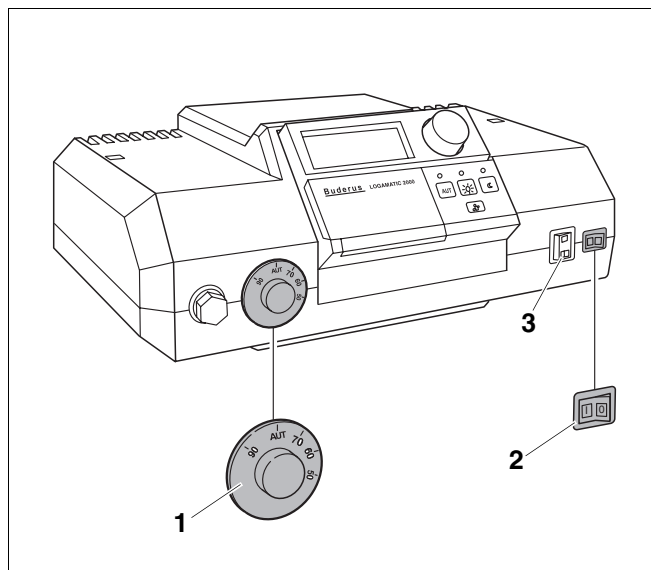
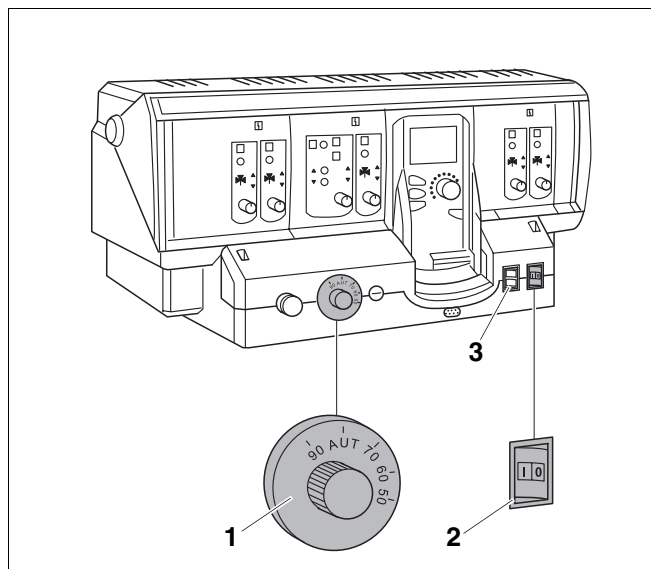

Fig. 3 Aparatul de reglare (de exemplu: Logamatic 2107)
Fig. 4 Aparatul de reglare (de exemplu: Logamatic 4211)
Puneți cazanul de încălzire prin intermediul aparatului de reglare Fig. 3 și Fig. 4 în funcțiune. Prin punerea în funcțiune a aparatului de reglare, intră automat în funcțiune și arzătorul. Arzătorul poate fi pornit prin intermediul aparatului de reglare. Informații suplimentare se găsesc în instrucțiunile de utilizare ale respectivului aparat de reglare.
- Poziționați comutatorul de punere în funcțiune (Fig. 3, **Poz. 2** și Fig. 4, **Poz. 2**) în poziția "I" (PORNIT).
- Poziționați regulatorul de temperatură al apei din cazan (Fig. 3, **Poz. 1** și Fig. 4, **Poz. 1**) pe poziția "AUT". La reglaj constant, poziționați pe temperatura dorită (min. 65 °C).
- Poziționați comutatorul de funcționare (Fig. 3, **Poz. 2** și Fig. 4, **Poz. 2**, Pagina 9) în poziția "0" (ÎNCHIS).